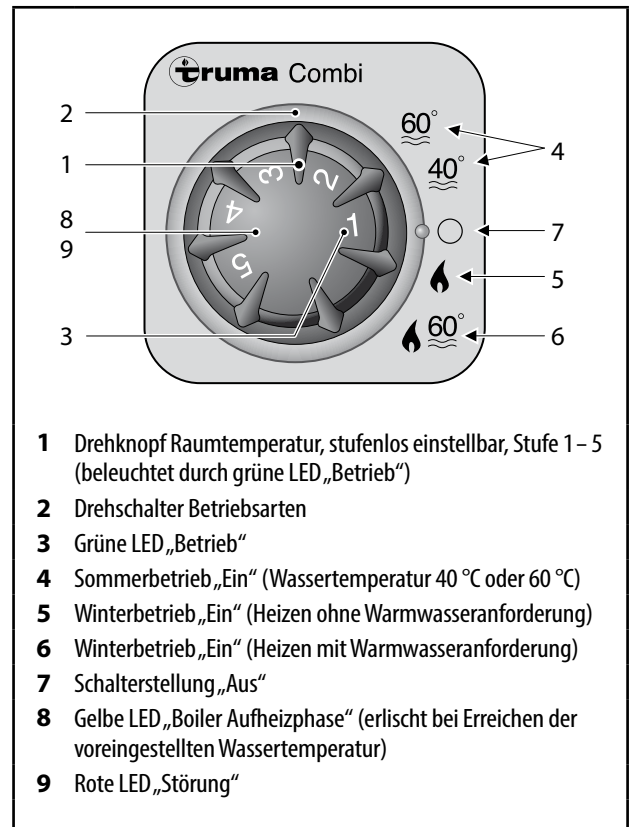

Abb. 74 Bedienteil Truma Combi
1. Drehschalter (Abb. 74, Pos. 2) in Stellung (Abb. 74, Pos. 6) stellen.
2. Drehknopf (Abb. 74, Pos. 1) in die gewünschte Thermostatstellung 1 – 5 für die Raumtemperatur drehen. Die grüne Kontrolllampe „Betrieb“ (Abb. 74, Pos. 3) leuchtet und zeigt die Stellung der eingestellten Raumtemperatur. Nach Erreichen der eingestellten Raumtemperatur schaltet der Brenner auf die kleinste Stufe zurück und das Wasser im Boiler wird auf eine Temperatur von 60 °C aufgeheizt.
Die gelbe Kontrolllampe „Boiler Aufheizphase“ (Abb. 74, Pos. 8) zeigt die Aufheizphase an und erlischt bei Erreichen der Wassertemperatur.
1. Drehschalter (Abb. 74, Pos. 2) in Stellung (Abb. 74, Pos. 5) stellen.
2. Drehknopf (Abb. 74, Pos. 1) in die gewünschte Thermostatstellung 1 – 5 für die Raumtemperatur drehen. Die grüne Kontrolllampe „Betrieb“ (Abb. 74, Pos. 3) leuchtet und zeigt die Stellung der eingestellten Raumtemperatur. Nach Erreichen der eingestellten Raumtemperatur schaltet die Heizung ab. Bei gefülltem Boiler wird das Wasser automatisch mit beheizt.
In dieser Betriebsstellung leuchtet die gelbe Kontrolllampe „Boiler Aufheizphase“ (Abb. 74, Pos. 8) nur bei Wassertemperaturen von unter 5 °C.
2. Drehknopf (Abb. 74, Pos. 1) in die gewünschte Thermostatstellung 1 – 5 für die Raumtemperatur drehen. Die grüne Kontrolllampe „Betrieb“ (Abb. 74, Pos. 3) leuchtet und zeigt die Stellung der eingestellten Raumtemperatur. Nach Erreichen der eingestellten Raumtemperatur schaltet die Heizung ab.
1. Drehschalter (Abb. 74, Pos. 2) in Stellung (Abb. 74, Pos. 7) stellen.